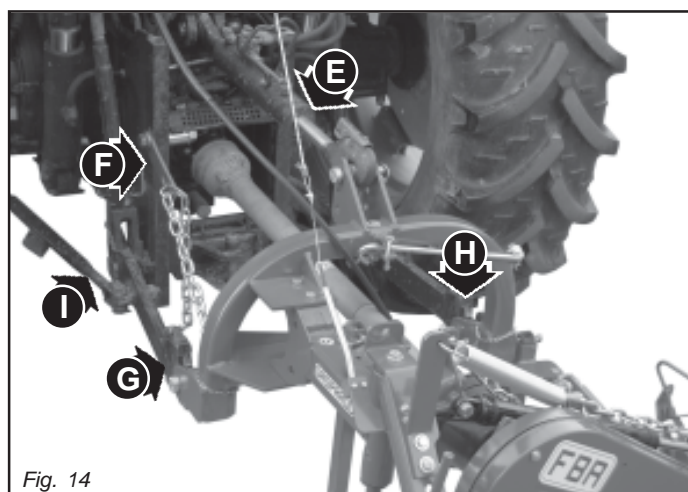
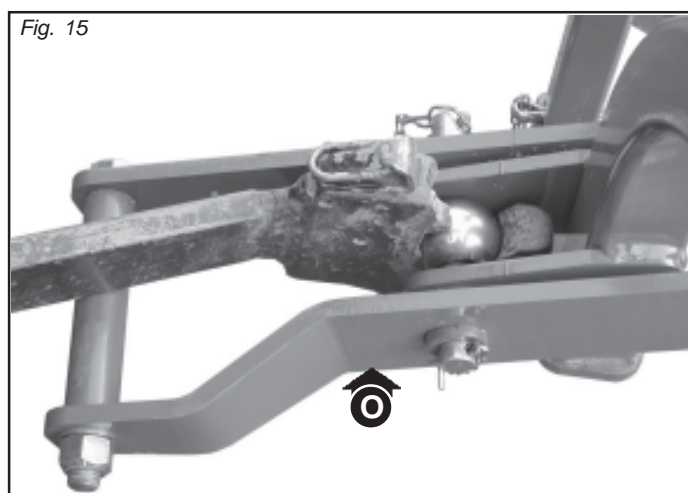

Fig. 14
Fig. 15
- 1) Enganchar los brazos oscilantes del tractor en los pernos (G y H, Fig. 14). El brazo de levantamiento (O, Fig. 15) debe posicionarse debajo del brazo del tractor. Bloquear con los pasadores de resorte.
- 2) Conectar el tercer punto superior y efectuar una correcta regulación con el tirante (E, Fig. 14). Posicionar la chapa (F, Fig. 14) e la izquierda del tirante, solidario en el mismo pasador. Bloquear con los pasadores de resorte.
- 3) Bloquear la barras del elevador con las respectivas cadenas y tensores (I, Fig. 14) paralelos en el tractor. Dicha operación es necesaria para evitar todo tipo de desplazamiento, en sentido horizontal, de la máquina.